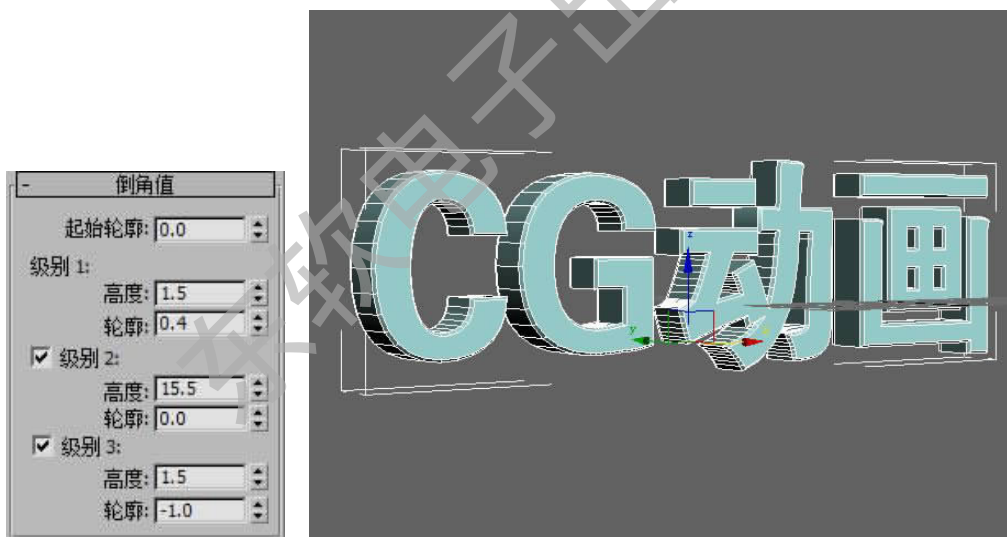

图 2-43 添加倒角修改器
Step 2. 进入  修改面板, 在修改列表中选择“倒角”修改器, 并修改其参数, 如图 2-43 示。